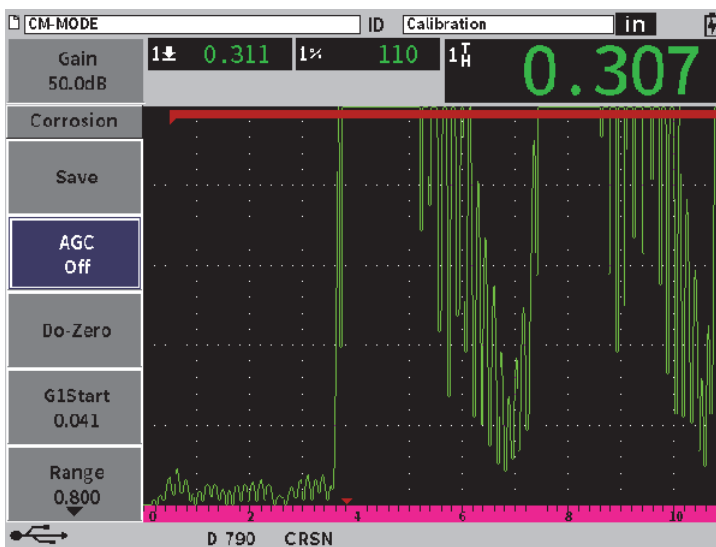

Рис. 11-38 Прецизионный режим — AGC Off (APУ Выкл.)
2. С помощью ручки регулятора установите **AGC** на **Off** (см. Рис. 11-38 на стр 228).